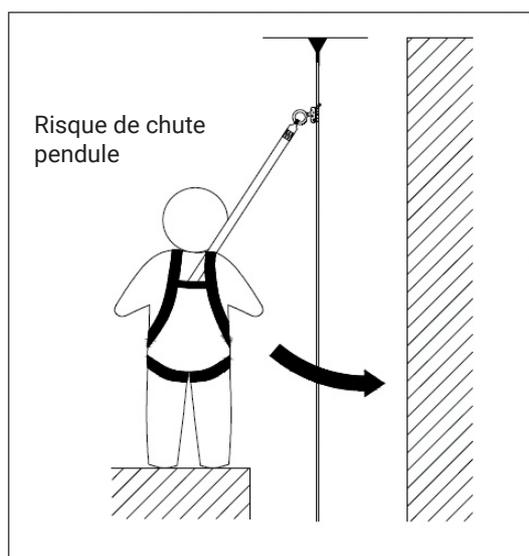

Figure 5 – Chute pendule
- d **CHUTES PENDULES:** Les chutes pendules se produisent lorsque le point d'ancrage n'est pas directement au-dessus du point où une chute se produit (Figure 5). La force de frapper un objet en se balançant peut être importante et causer des blessures graves.